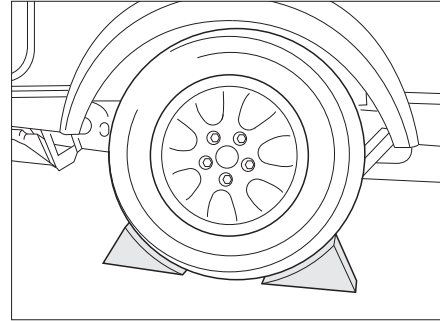

Fig. 162 Bloquer le véhicule
- Placer des sabots de freins ou autres objets similaires contre la roue d'en face pour bloquer le véhicule (Fig. 162).